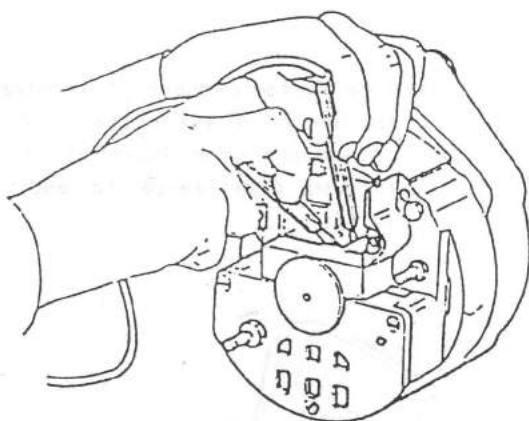

Fig. 10.13 Prueba del rotor
- 2.- Compruebe la continuidad del devanado del rotor, conectando un ohmetro entre los contactos de los anillos rozantes (Fig. 10.13). Observe si la lectura es la indicada en el cuadro.